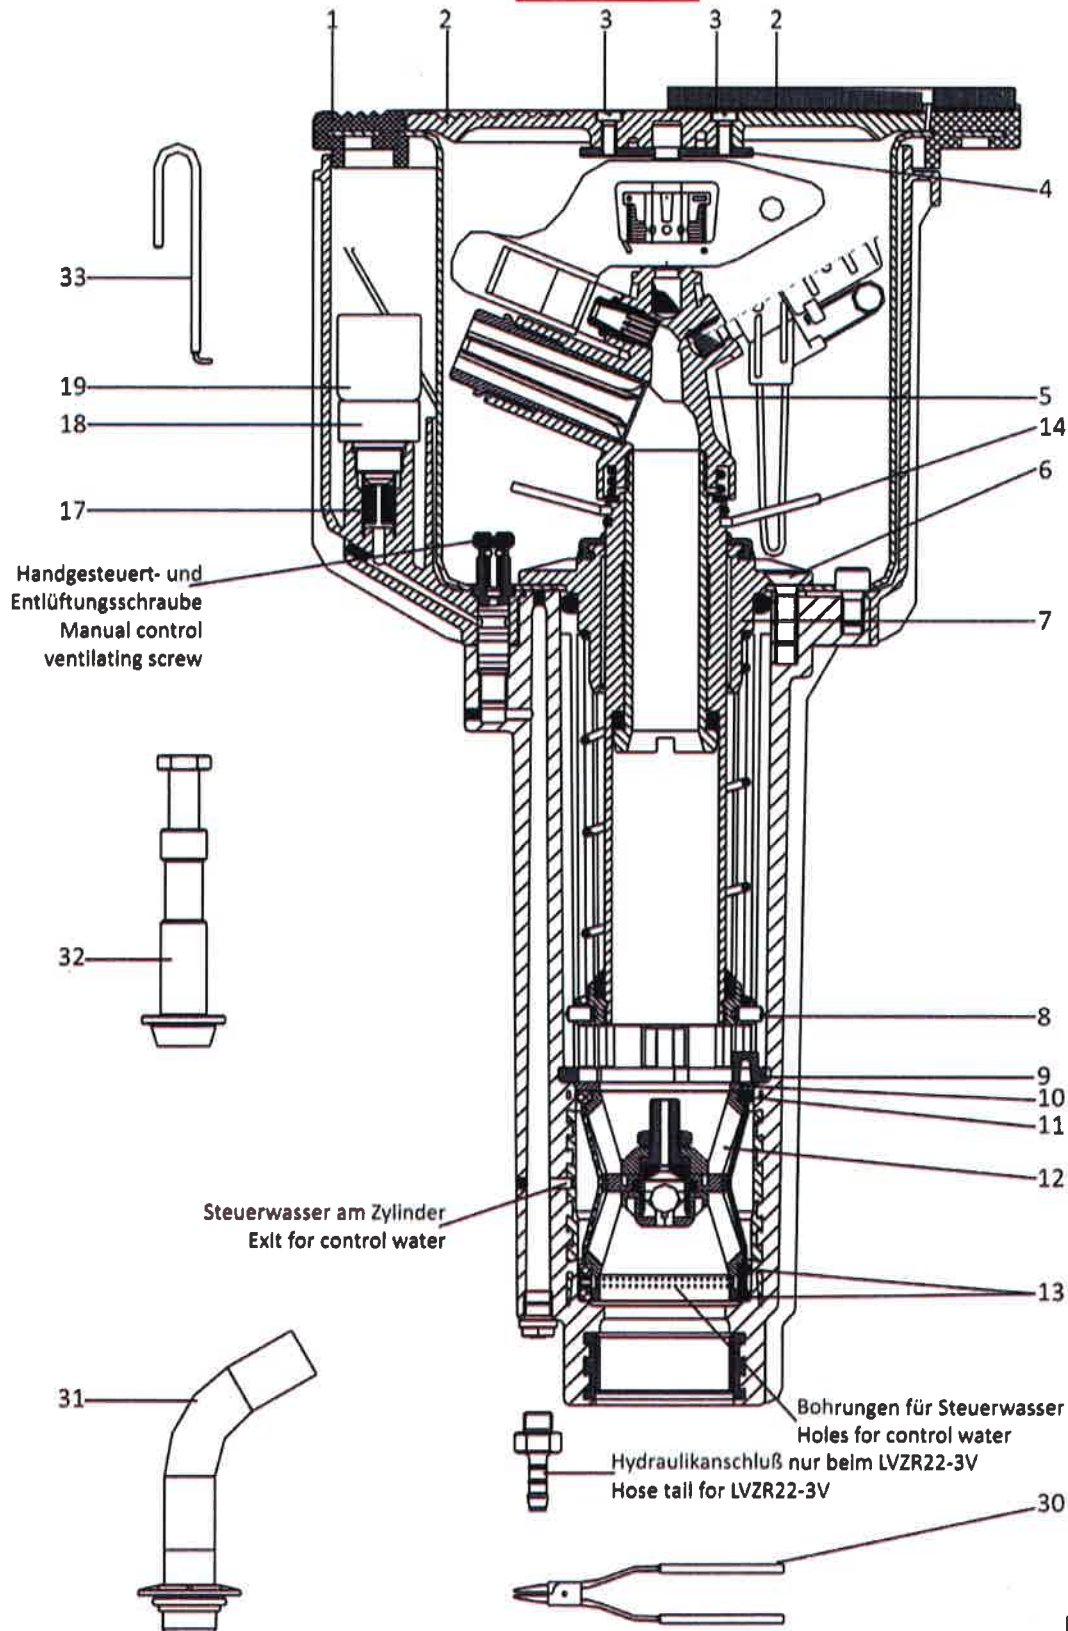

Bild 1
- ☆ Steuerleitungen zuerst befüllen und anschließend nacheinander vollständig entlüften. Die Entlüftungsschraube befindet sich im Regnergehäuse (siehe Bild 1).